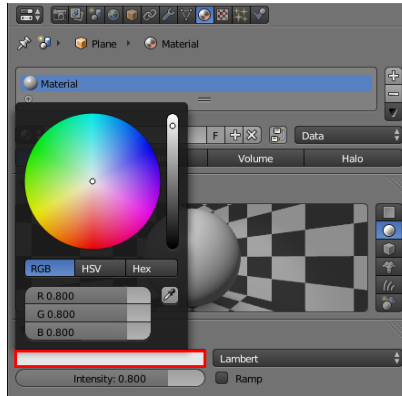

Abbildung 5: Ändern der Materialfarbe
- Ändern Sie bei bedarf die Farbe des Materials, indem Sie auf das in Abbildung 5 markierte Feld klicken.